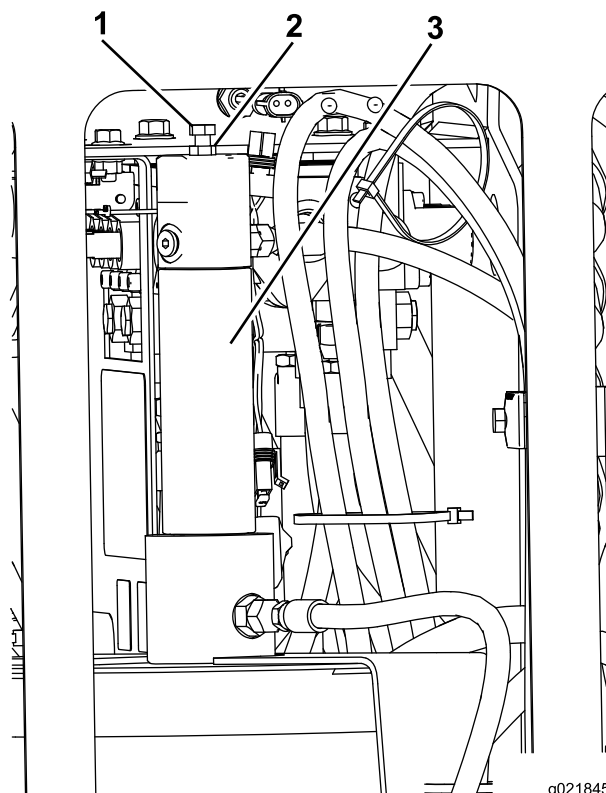

Figure 90
1. Desserrez l'écrou de blocage sur le boulon de réglage situé au sommet du piston de l'applicateur (Figure 90).